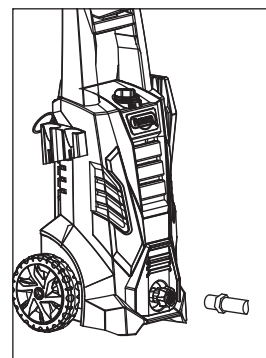

Ilustración 14 - Fije la manguera a la unidad
10. Fije la manguera a la unidad (ver la ilustración 14).